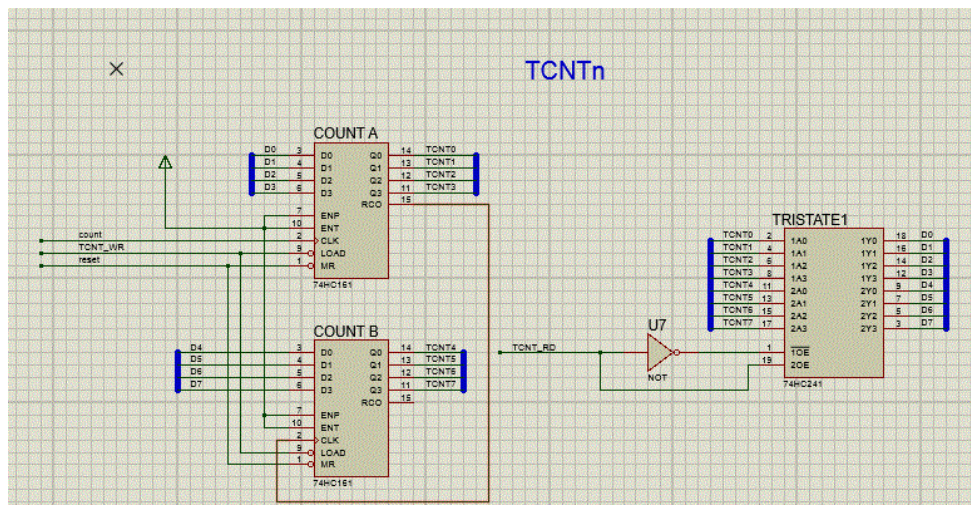

Figura 3. Circuito implementado para el registro TCNTn
- Por último, el circuito de la figura 3, hace referencia a las siglas TCNTn, este es Registro de datos que contiene la cuenta actual del temporizador.